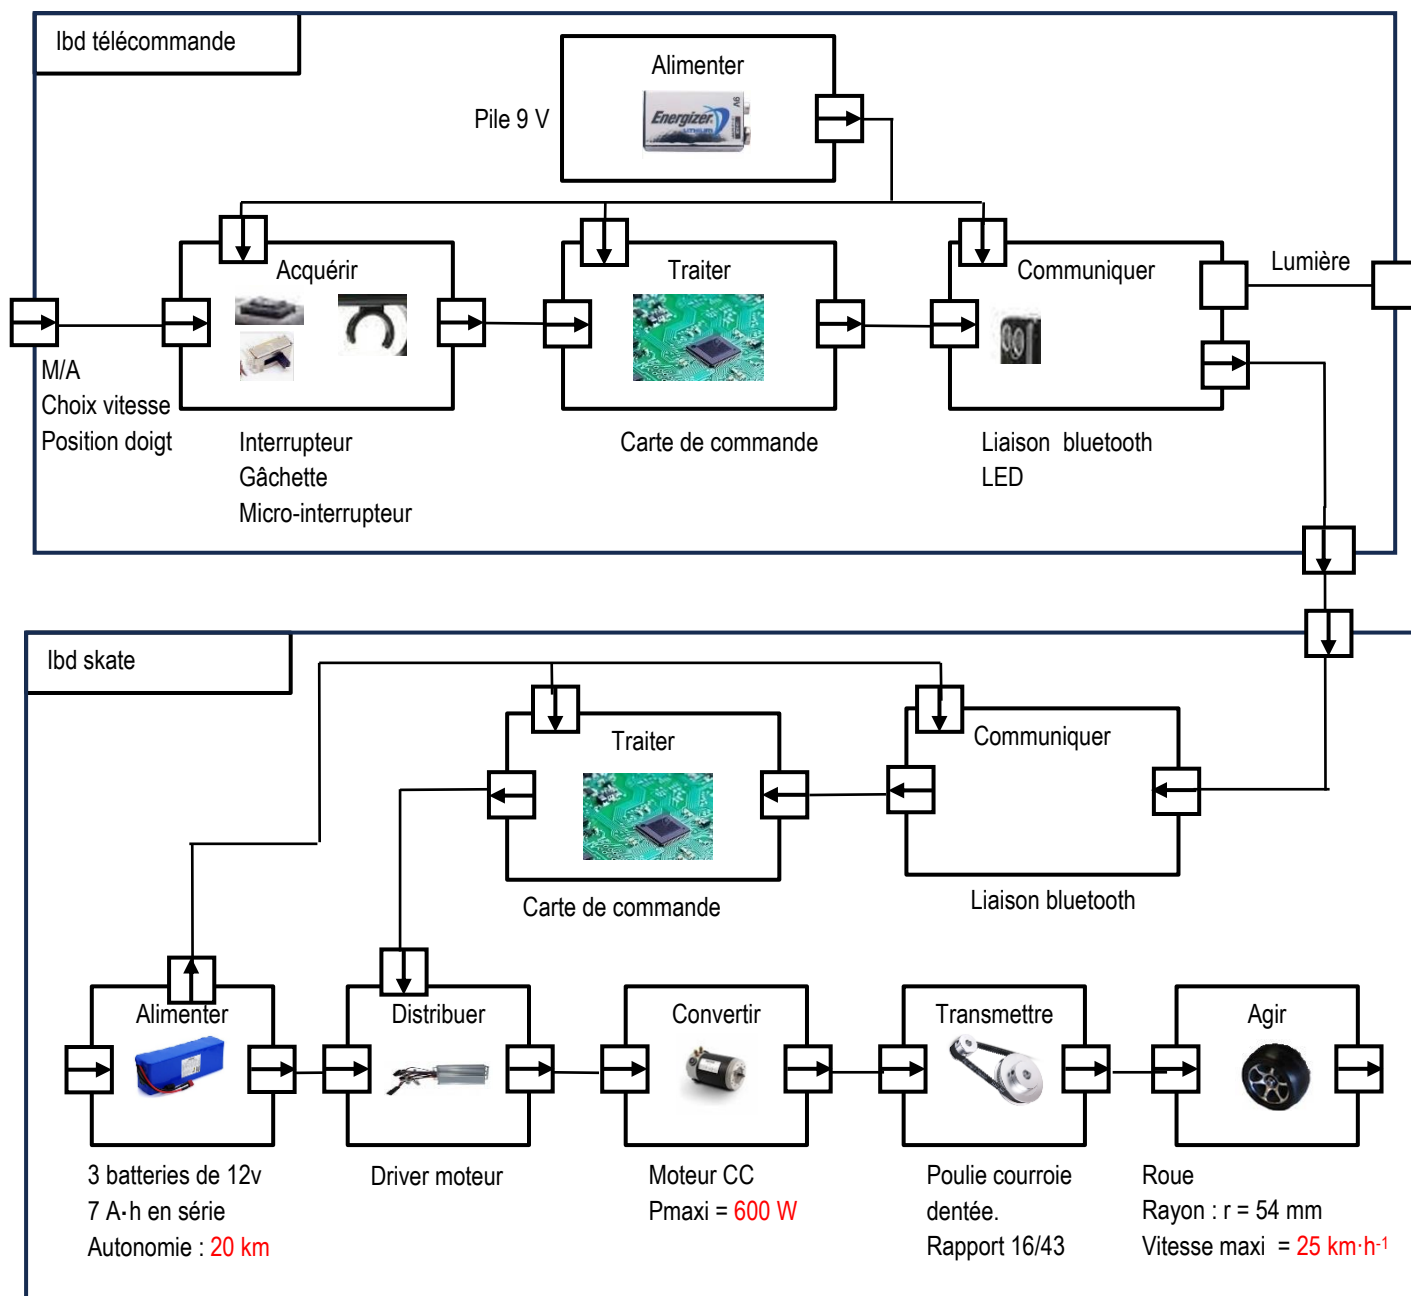

Figure 2 : diagrammes des blocs internes (toutes les caractéristiques sont sur le plat, en mode expert avec une personne de masse 60 kg)
- 2- Paramétrer la batterie avec les données de l'Ibd (figure 2).